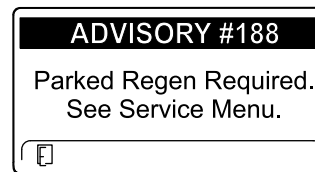

Figura 76
- Regenerare în stare de parcare solicitată ADVISORY #188 (recomandarea nr. 188) (Figura 76)